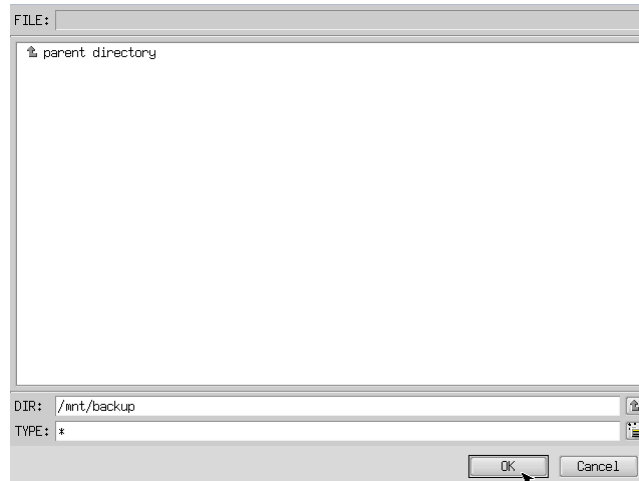

図 6-3-4. フォルダ参照画面
- ⑧ フォルダ参照画面（図 6-3-4）が表示されます。②で接続したパーティションは、/mntにマウントされますので、/mnt 以下のフォルダを選択してください。[OK]を押すとフォルダ選択画面にもどります。